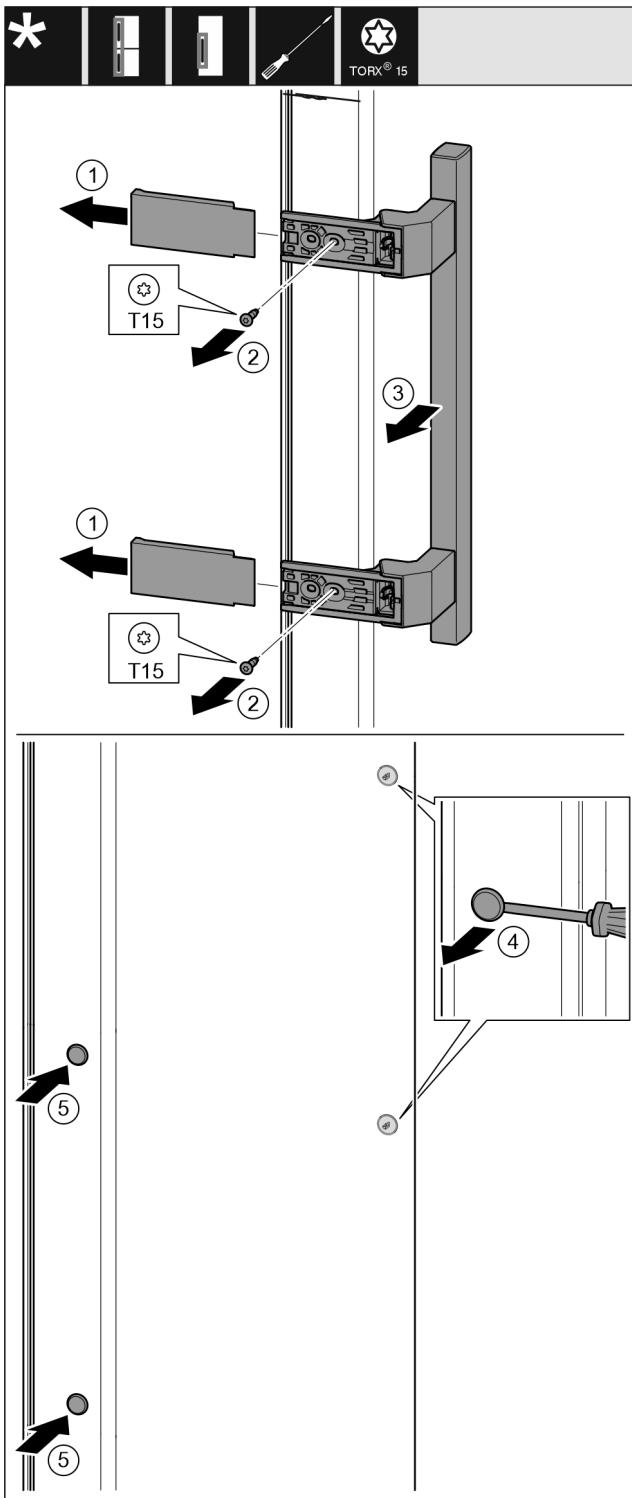

Fig. 19
- Αφαιρέστε το κάλυμμα. Fig. 19 (1)
- Ξεβιδώστε τις βίδες με κατσαβίδι T15. Fig. 19 (2)
- Αφαιρέστε τη λαβή. Fig. 19 (3)
- Ανασηκώστε το προσεκτικά και τραβήξτε έξω την πλαινή τάπα με ένα ίσιο κατσαβίδι. Fig. 19 (4)
- Τοποθετήστε ξανά την τάπα στην άλλη πλευρά. Fig. 19 (5)